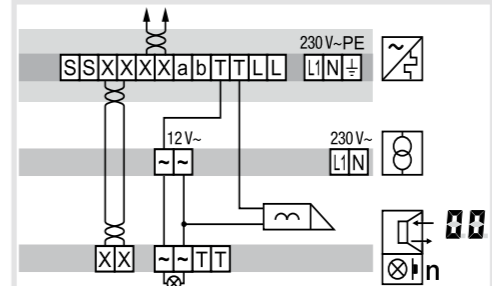

Bild 9: Anschluss der Türstation mit manipulationsgeschütztem Türöffner
- Bei manipulationsgeschützter Installation den Türöffner an den Kontakt T der Strangversorgung anschließen (Bild 9).